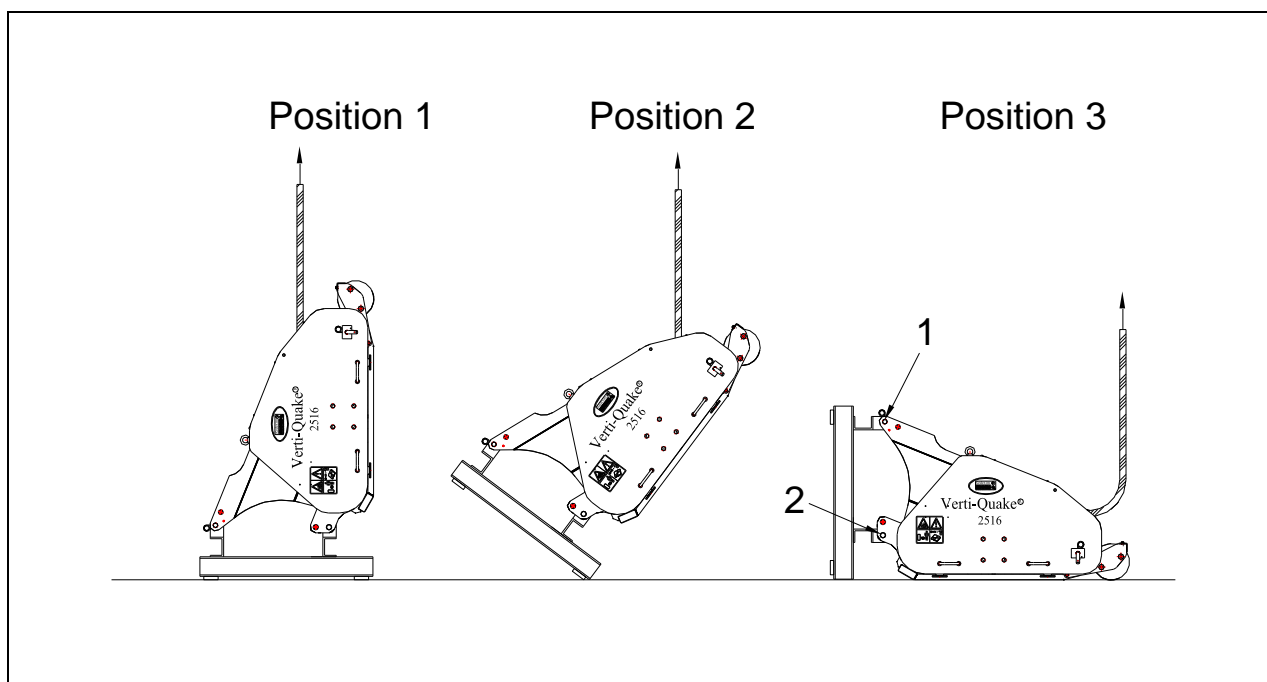

Fig. 7
La máquina está en posición vertical en la paleta. Proceda de la forma siguiente para sacar la máquina de la paleta y colocarla horizontalmente en el suelo. Fig. 7):
1. Fije un cable en el punto de elevación en ambos lados de la máquina. (fig. 7 Posición 1)
3. Procure que la máquina esté en el punto de la paleta. (fig. 7 Posición 2)
4. Baje la máquina despacio y controladamente hasta que descansa completamente en el suelo. (fig. 7 Posición 3)